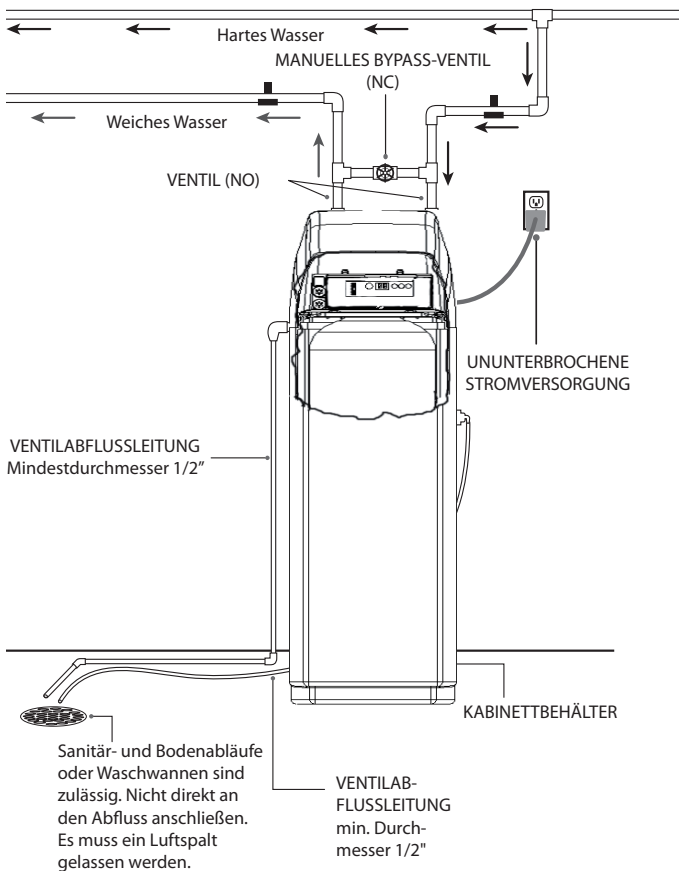

Abbildung 5
5. Sperren Sie die Wasserzufuhr zum Haus ab. Öffnen Sie zuerst den Hahn am höchsten Punkt im Leitungssystem und dann den Hahn am tiefsten Punkt (Sie können nicht an den Leitungen arbeiten, wenn noch Wasser darin ist). Nehmen Sie die erforderlichen Änderungen für den Anschluss des Filters an die Hausinstallation vor (siehe Abb. 5).